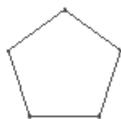

图 2.6.9 复制图元
Step 1 在绘图区单击或框选（框选时要框住整个图元）要复制的图元，如图 2.6.9 所示（可看到选中的图元变绿）。